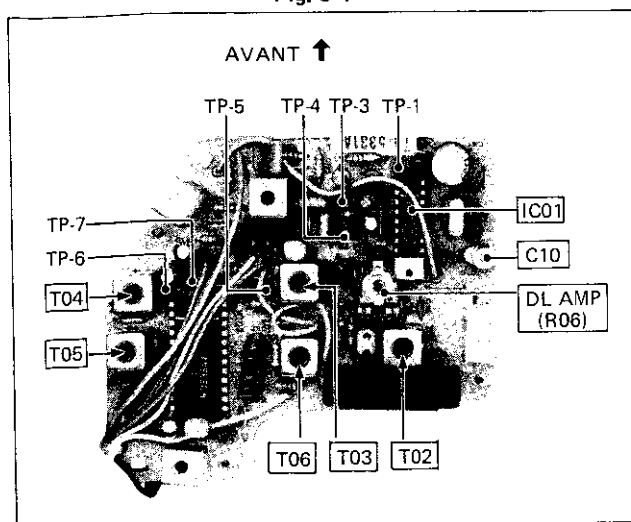

Fig. 5-2
4. Débrancher le fil de prise. (voir la figure 5-2)